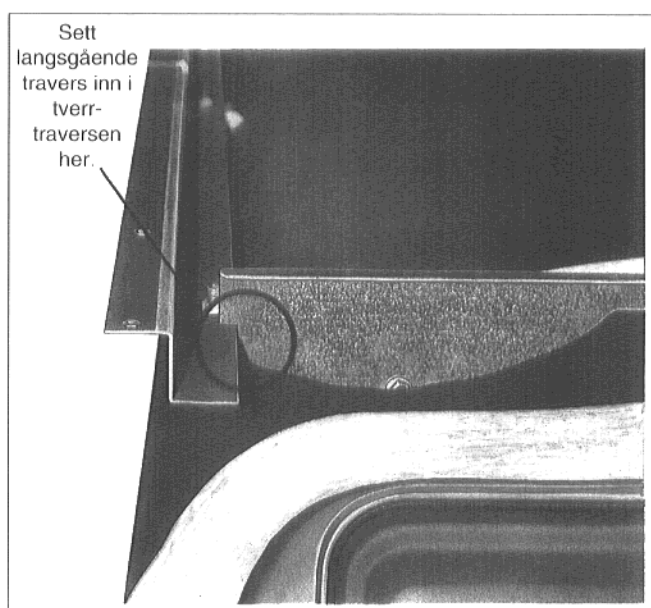

Fig. 40
- Den lodrette slissen på den langsgående traversen må settes inn i fremre tverrtravers (fig. 40).